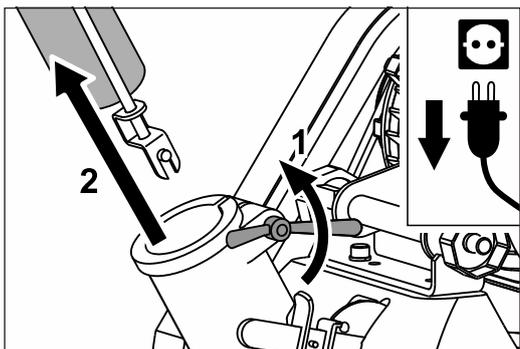

Abb. 36 Die Flügelmutter lösen (1) und das Führungsrohr aus dem Maschinengehäuse ziehen (2).
- 12 Lösen Sie die Flügelmutter am Stutzen des Maschinengehäuses (Abb. 36, 1) und ziehen Sie das Führungsrohr heraus (Abb. 36, 2).